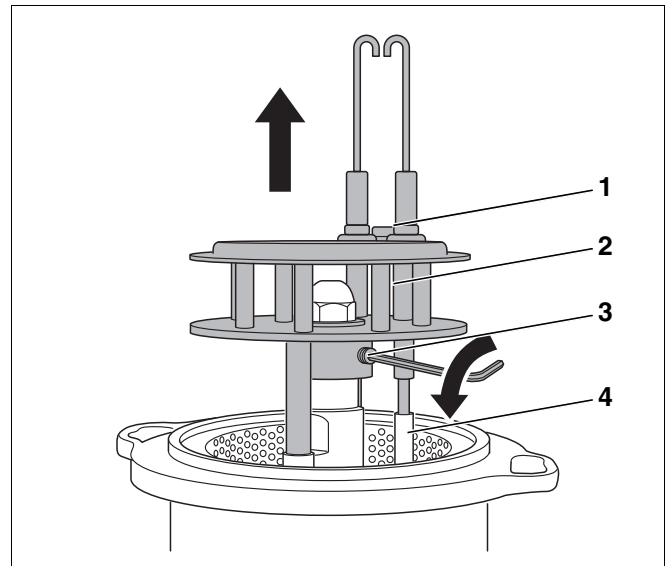

Abb. 46 Mischsystem demontieren
- Schraube (Abb. 46, **Pos. 1**, Seite 36) zwischen den Zündelektroden lösen.
- Zündleitungen (Abb. 46, **Pos. 4**, Seite 36) abziehen.
- Gewindestift (Abb. 46, **Pos. 3**) lösen und Mischsystem (Abb. 46, **Pos. 2**) demontieren.
- Mischsystem (Abb. 46, **Pos. 2**) nach oben abziehen.